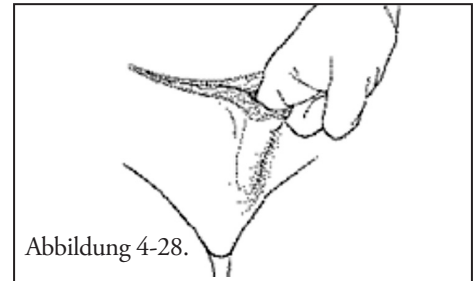

Abbildung 4-28.
13. Die Kontrollpumpe wird anhand stumpfer Präparation, mit der ein unabhängiger Subdartos-Raum geschaffen wird, im Skrotum oder Labium implantiert. Die Kontrollpumpe wird auf derselben Seite wie der Druckregulierungsballon implantiert (**Abbildung 4-28**).